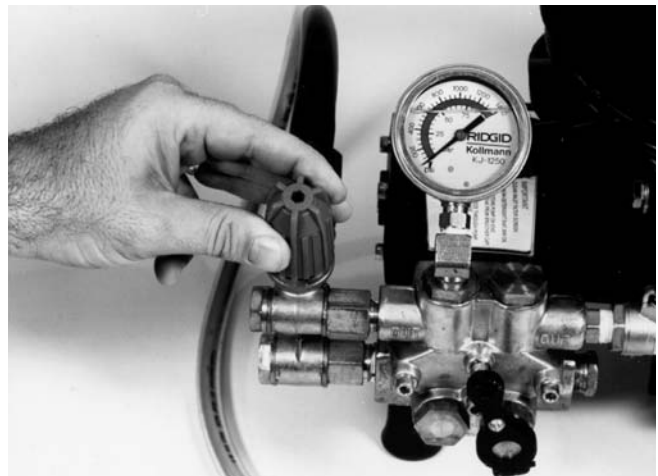

Figure 4 – Réglage du détendeur
2. Dans le cas du KJ-1750, tournez le jusqu'à ce que le manomètre indique une pression de 1750 psi (zone verte). Arrivé à cette pression, le dégorgeoir KJ-1750 demande environ 17A /115 volts (courant alternatif). (Figure 4)